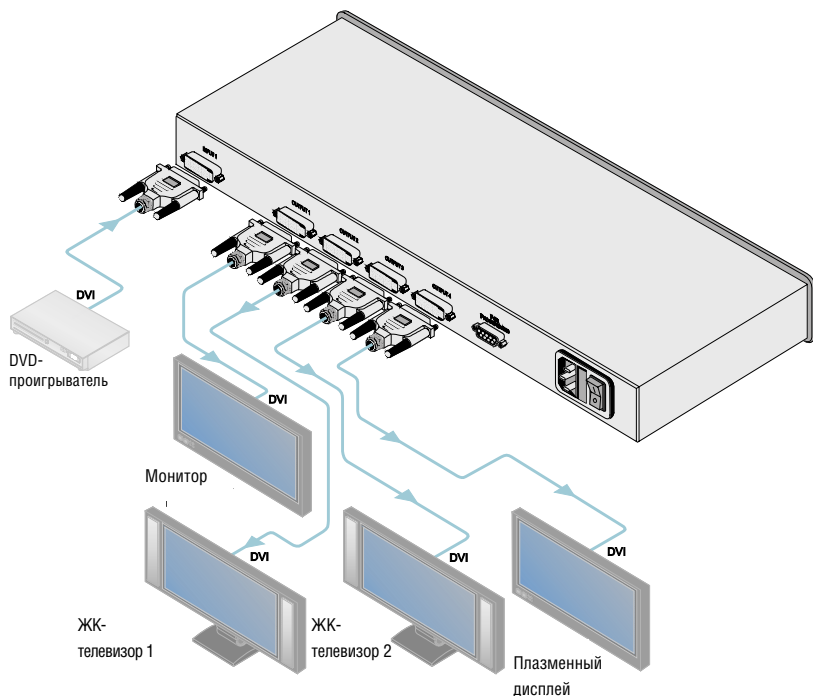

Рис. 2. Подключение усилителя-распределителя
Для того, чтобы подсоединить **VM-4HDCPxI** в соответствии с примером, приведенном на рис. 2, действуйте в следующем порядке:
3. Подсоедините к **VM-4HDCPxI** сетевой шнур, а шнур — к розетке электропитания (на рис. 2 не показано).